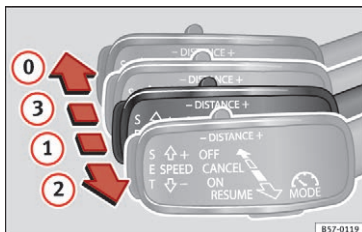

Fig. 178 På venstre side af ratstammen: tredje betjeningsarm til betjening af automatisk afstandsregulering
- Træk armen til position **1** » **Fig. 178.** Der vises **ACC Standby** på instrumentpanelets skærm.